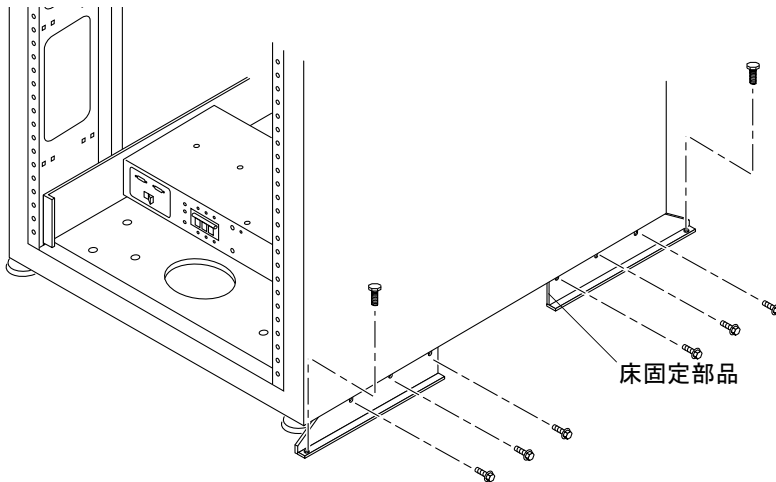

図 2-6 床固定部品の取り付け
2. 7/16 インチのラチェットレンチを使って、今 6 本の取り付けネジを取り外した拡張キャビネットの正面と背面に右側の床固定部品を取り付けます (図 2-6)。